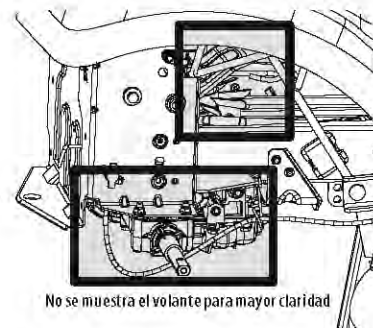

Figura 34
- Limpie alrededor y cerca de la transmisión, eje y área de ventiladores. Consulte la Figura 34.